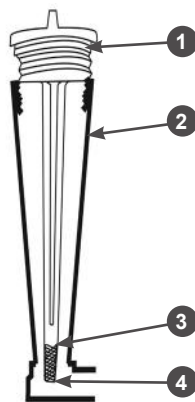

Рис. 11. Уровень масла в картере двигателя
4. Подождите примерно 1 минуту, после чего установите крышку-щуп в отверстие горловины, не закручивая её (Рис. 11).
5. Аккуратно вытащите щуп и осмотрите его. Уровень масла должен соответствовать верхней отметке 3 на щупе (Рис. 11).
6. При недостаточном уровне масла в картере необходимо долить чистое масло до верхней отметки 3 на щупе (Рис. 11). Не допускайте перелива или превышения максимального уровня масла в картере двигателя.
- Аккуратно извлеките щуп и осмотрите его. Уровень масла должен соответствовать верхней отметке 3 на щупе (Рис. 11).
При недостаточном уровне масла в картере необходимо долить чистое масло до верхней отметки 3 на щупе (Рис. 11).